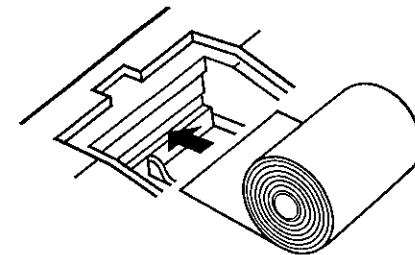

図 5
- ⑤ 記録紙の前端を垂直に切り揃えてください。
- ⑥ 紙ケースを開き 図5 のように奥のすき間の金属板の上側にそって、紙がつき当るまで平行に差込んでください。
- ⑦ 紙を軽く押し込むように力を加えながら、“FEED”スイッチを押し続けると、紙が自動的に巻き込まれていきます。紙の先端が紙切りの外に少し出てきましたら、FEEDスイッチを離してください。